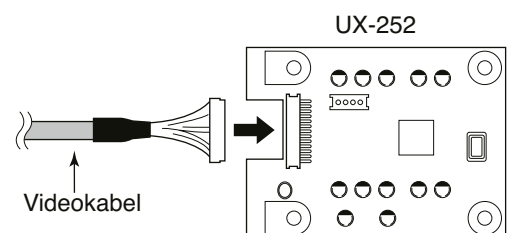

Abb. 3
5. Videokabel an die UX-252 anstecken. (Abb. 3)